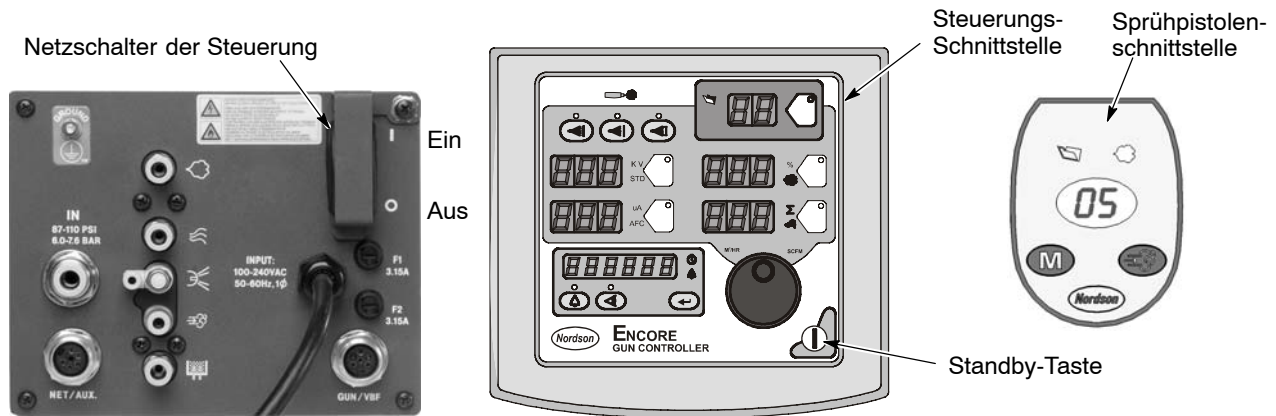

Abb. 3-1 Bedienelemente
4. Siehe Abbildung 3-1. Sicherstellen, dass die Sprühpistole nicht ausgelöst ist, dann den Netzschalter der Steuerung einschalten. Die Anzeigen und Symbole auf der Bedienerchnittstelle und Pistolenschnittstelle sollten aufleuchten.
Die **Standby-Taste** in Abbildung 3-1 nutzen, um die Schnittstelle auszuschalten und die Sprühpistole in Produktionspausen zu deaktivieren. Wenn die Steuerungsschnittstelle aus ist, kann die Sprühpistole nicht ausgelöst werden, und die Sprühpistolenschnittstelle ist deaktiviert.